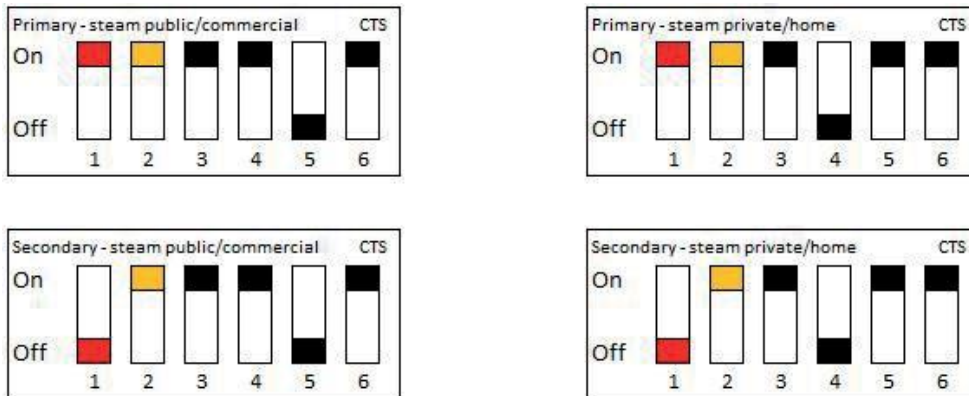

Fig. 15
Quando più generatori sono collegati tra loro, uno di essi è impostato per essere il "Primario" (impostazione di fabbrica) ed è quello che controlla gli altri generatori. Le altre unità vengono quindi impostate per essere "Secondarie" in conformità con il diagrammaschematico DIP in Fig. 15.
3. Selezionare un generatore di vapore "secondario" e modificare le impostazioni dell'interruttore DIP in "primario" in base al tipo appropriato. Fare riferimento alla Fig. 15. Quindi collegare il pannello di controllo al nuovo "primario". Verrà richiesta una nuova "configurazione iniziale", poiché il generatore non era stato impostato come "primario" in precedenza.